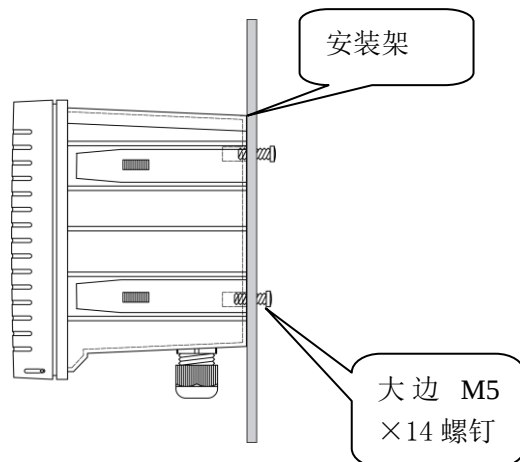

图 4.2.4
(2) 将安装架安装在仪器下壳上, 然后用大边 $M5 \times 14$ 的螺钉紧固好, 再把安装支架固定到墙面或其它安装物上; 如下图 4.2.4 所示: